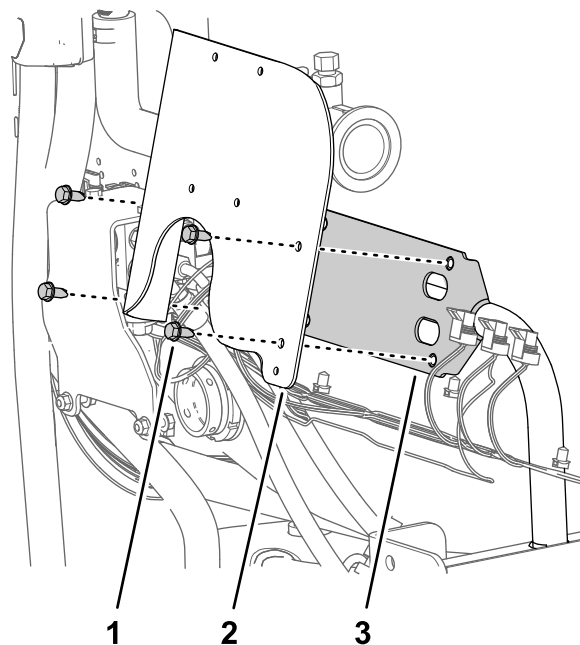

Рисунок 72
1. Совместите отверстия в кронштейне расходомера с отверстиями в опоре крепления клапана (Рисунок 72).